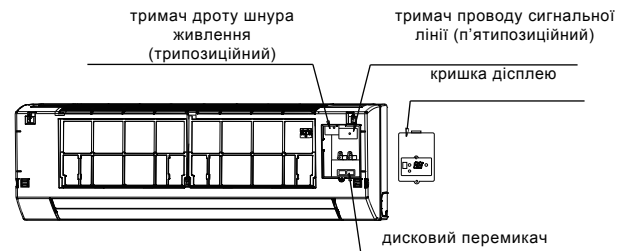

Рис. 7-2
- Окремо підключіть кабель живлення та сигнальну лінію, відрегулюйте дисковий перемикач. (Див. рис. 7-2)